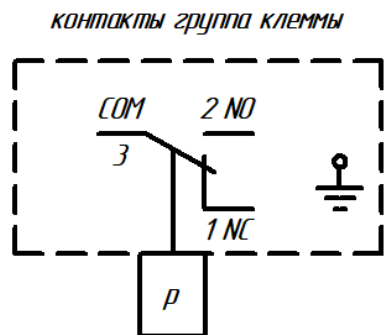

Рис.2 Маркировка контактов реле РДМ
5.6. Электрическое подключение по рис.2. — медным 3-х жильным кабелем с сечением от 0,5 до 1,5 мм2; провод заземления 1,5 мм2. также провести через гермоввод и подключить к клемме «Земля» — рекомендуется многожильный провод желто-зеленого цвета.